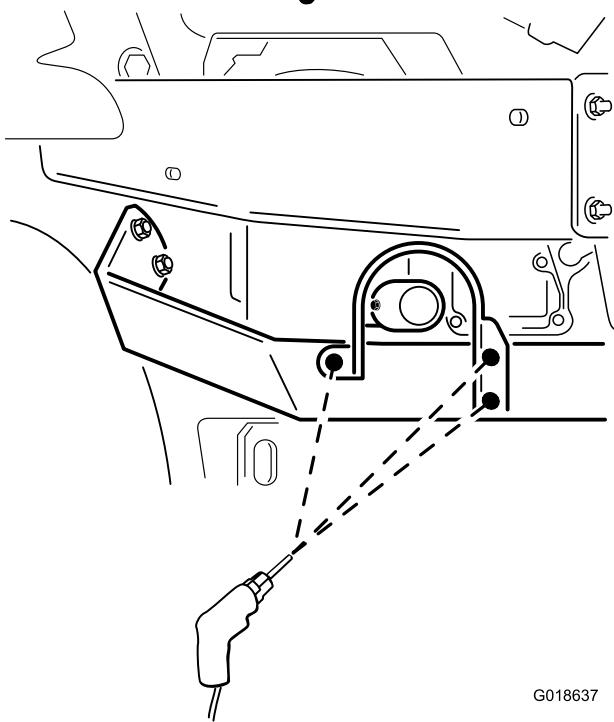

Bild 7
- i. Fluchten Sie den rechten Flansch des Auspuffschutzblechs (der Flansch mit zwei Löchern) mit der hinteren Oberfläche der Motorschutzvorrichtung unten links aus (Bild 7).
- ii. Fluchten Sie die untere Kante des Auspuffschutzblechs mit dem rechten Flansch an der unteren Kante der Motorschutzvorrichtung aus (Bild 7).
- iii. Fluchten Sie den linken Flansch des Auspuffschutzblechs (der Flansch mit einem Loch) mit der Oberfläche des kleinen, eckigen Bereichs an der Motorschutzvorrichtung unten links aus. (Bild 7).
- iv. Fluchten Sie die obere Kante des linken Flansch am Auspuffrohr mit der oberen Kante an der Motorschutzvorrichtung unten links so aus, dass die Flanschkanten und die Kante der Schutzvorrichtung parallel sind (Bild 7).